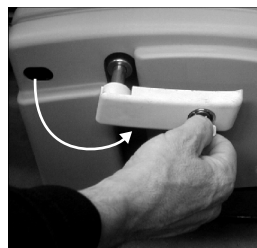

Fig.3
- 2) Gire a alavanca 180°, deste modo o accionador ficará desbloqueado (Fig. 3).